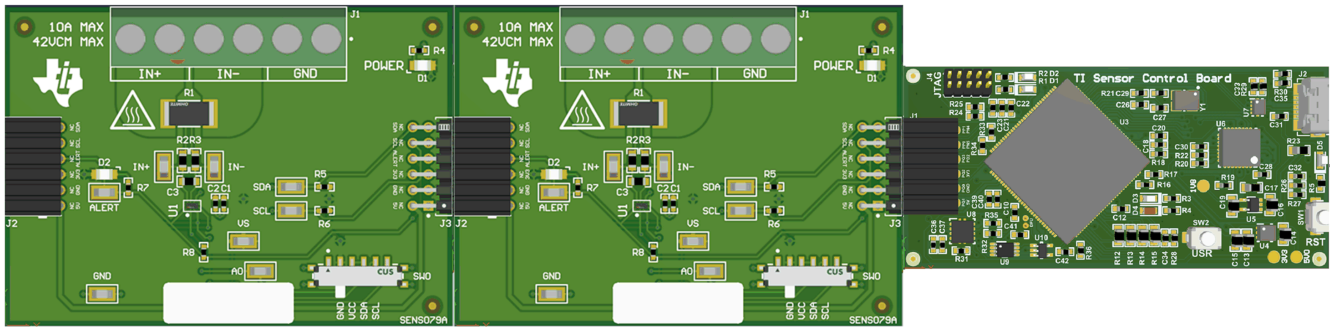

图 4-2. 多个 EVM 连接到 SCB 控制器
- a. 连接相同类型的多个 EVM 时，请参阅图 4-2。
如果使用多个 EVM，如图 4-2 所示进行连接。确保对每个器件使用不同的芯片地址。GUI 一次仅支持一个 EVM/器件类型。